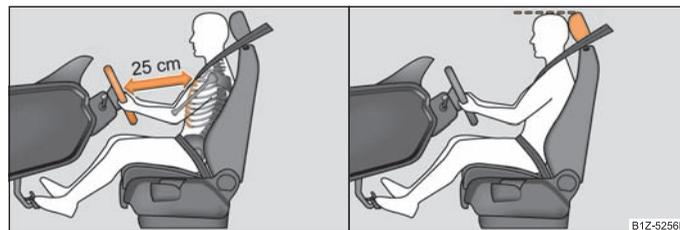

Fig. 127 La distance correcte entre le conducteur et le volant
- Ajustez le volant de façon que l'écart entre le volant et le buste soit de 25 cm au moins ⇒ fig. 127 - à gauche.
- Réglez l'appui-tête de façon à ce que le bord supérieur de l'appui-tête se trouve au moins à la hauteur de la partie supérieure de votre tête ⇒ page 146, fig. 127 - à droite.
- **Le conducteur doit être au minimum à 25 cm du volant ⇒ page 146, fig. 127 à gauche. Les airbags ne peuvent pas vous protéger si vous en êtes plus près - danger mortel!**
- Réglez les appuie-tête de façon à ce que le bord supérieur des appuie-tête se trouve au moins à la hauteur de la partie supérieure de la tête ⇒ page 146, fig. 127 - à droite.